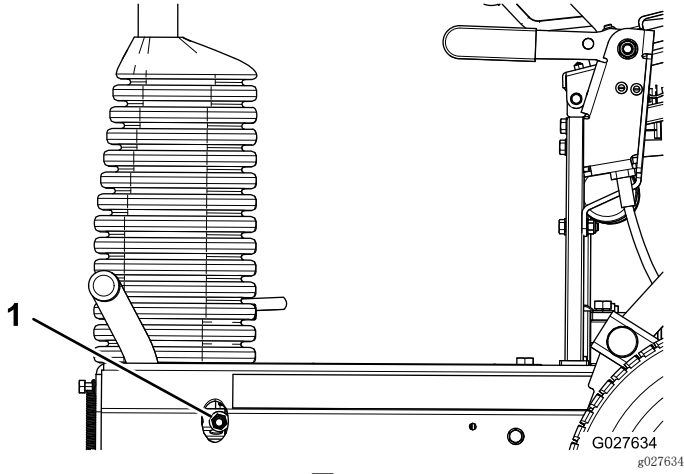

图37
- 要增大制动力，可拧紧刹车锁紧螺母（图37）。
- 要减少制动力，可拧松刹车锁紧螺母（图37）。